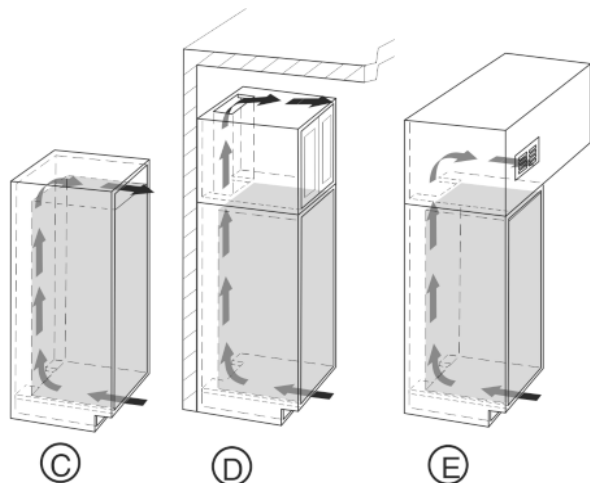

Fig. 4
- Secțiunea de ventilație superioară poate fi executată fie direct deasupra aparatului cu un grilaj de ventilație opțional Fig. 4 (C), în apropierea planșei deasupra mobilierului Fig. 4 (D) sau ca orificiu de evacuare a aerului uzat într-un planșeu intermediar Fig. 4 (E).